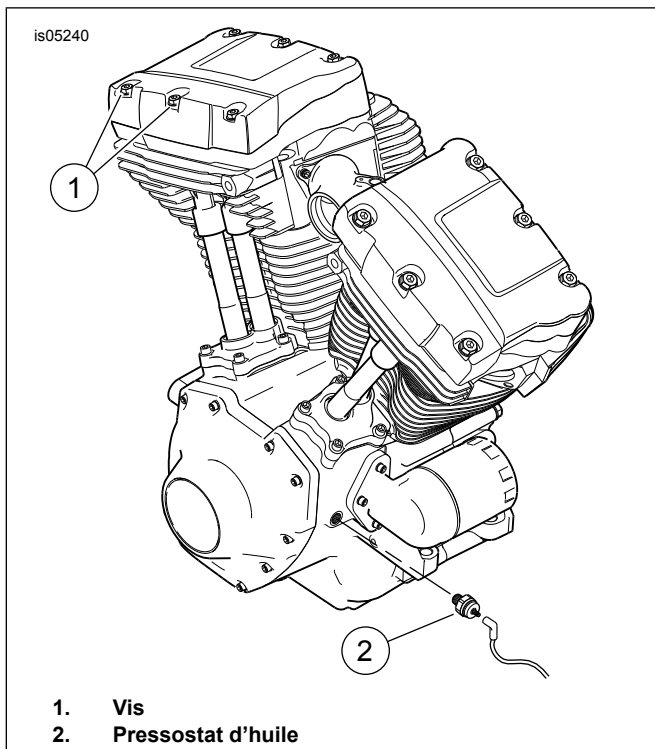

Figure 2. Emplacement de montage de manomètre
2. Voir Figure 2. Retirer le pressostat d'huile (2) du carter moteur et conserver le pressostat pour le remontage. Il peut être nécessaire d'utiliser une clé ouverte à embout Crowfoot de 15/16 de pouce (Snap-on FC30B) pour déposer le pressostat d'huile. Retirer les deux vis (1) de boîtier de culbuteur arrière de droite. Placer le support de montage de l'ensemble de manomètre sur les trous du boîtier de culbuteur arrière et remettre en place les vis du boîtier de culbuteur pour immobiliser l'ensemble. Serrer les vis à un couple de 14–19 N·m (10–14 ft-lbs).